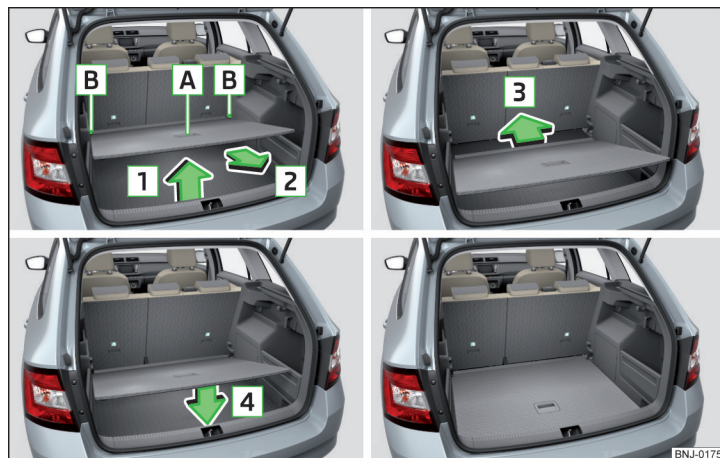

Fig. 107 Reglarea podelei variabile în poziția inferioară
- Prindeți podeaua variabilă de mânerul **A** » fig. 107.